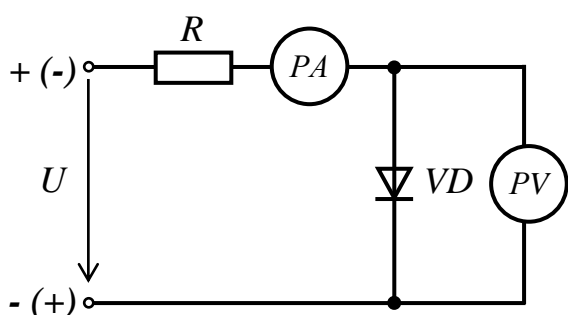

Рисунок 1 – Принципова електрична схема для дослідження ВАХ випрямного діода
- 1.2 Скласти принципові електричні схеми для дослідження властивостей випрямного діода (рис. 1, 2), підготувати таблицю 1 для запису результатів експериментальних досліджень.